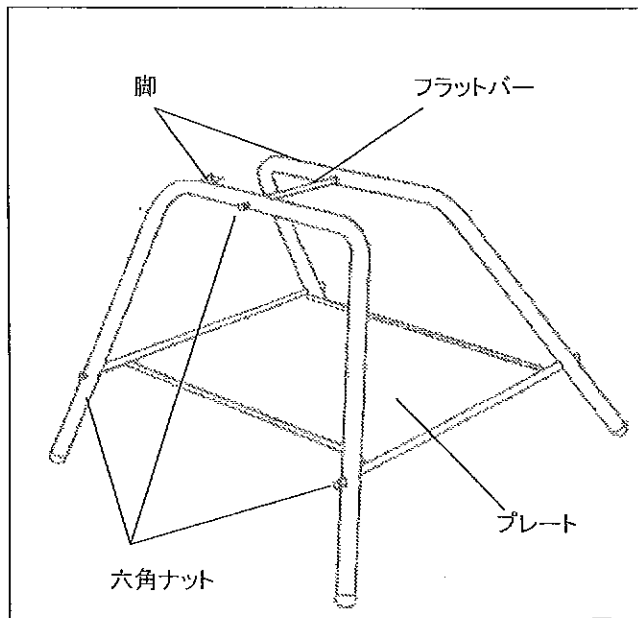

図2
【918/300】 (図2)
①脚を図2のように立て、フラットバーを脚の上部に六角ボルトで固定する。
②プレートを実の下部に六角ナットで固定する。